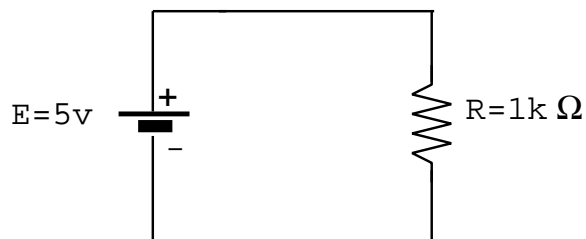
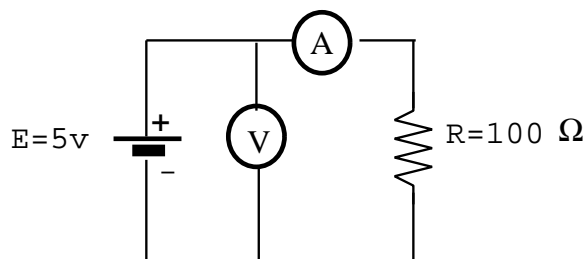

Figura E.5: medida de tensão e corrente
Figura E.6: medida de tensão e corrente.
Exercício 1: considere a montagem da figura E.5 onde a fonte de tensão é consid-
Exercício 2: considere agora a montagem da figura E.6.
- na figura E.6 (fonte de tensão ideal) considere que a fonte de tensão não é ideal mas sim formada por uma fonte ideal de 5 V em série com uma resistência interna de 50 Ω . Quais os novos valores medidos em V e A ?
- voltando à figura E.6 com a fonte de tensão ideal, considere que o amperímetro A não é ideal e tem uma resistência interna de 5 Ω . Quais os novos valores de tensão e corrente medidos em V e A ?
- realize a montagem da figura E.5. Fazendo variar o valor da tensão nominal da fonte entre 0 e 10 V, de um em um volt; medir a corrente e a tensão para cada valor utilizando a montagem dos aparelhos de medida exemplificada na figura E.6¹. Traçar a curva $I = f(V)$. A lei de Ohm é verificada ? Porquê ?